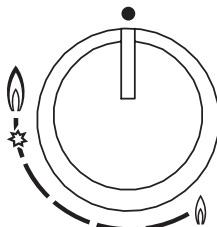

Fig.1
Gire en sentido antihorario el mando correspondiente hasta la posición de máximo (llama grande, fig. 1) y apriete el mando.
En ausencia de energía eléctrica, es posible encender los quemadores con los fósforos, situando el mando en el punto de encendido (llama grande, fig.1).
- Controle que los mandos estén siempre en la posición de cierre (vea a fig. 1) cuando el aparato no esté en funcionamiento.
- En caso de que la llama se apague accidentalmente, la válvula de seguridad después de pocos segundos interrumpirá automáticamente el suministro del gas. Para volver a encender el aparato ponga el mando en el punto de encendido (llama grande fig. 1) y apriete.